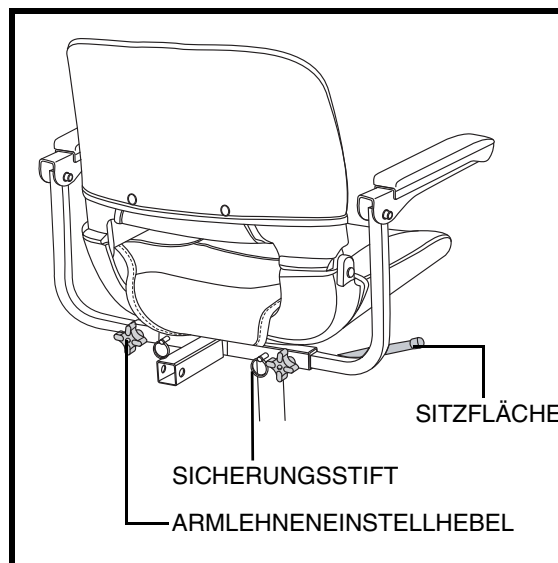

Abb. 18. Sitzeinstellungen
1. Lösen Sie die Armlehneinstellhebel. **Siehe Abb. 18.**